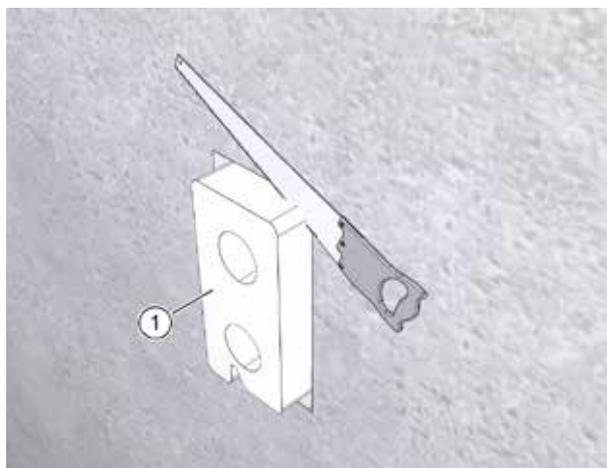
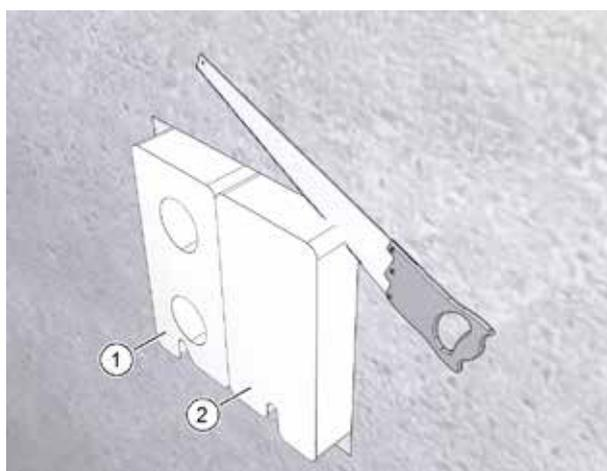

Fig. 23: Modifica della cassetta a muro **senza** elemento di riempimento
Fig. 24: Modifica della cassetta a muro **con** elemento di riempimento
- ▶ Con una sega per polistirolo, accorciare la cassetta a muro sporgente (pos. 1 nella Fig. 23 e Fig. 24) ed eventualmente l'elemento di riempimento (pos. 2 nella Fig. 24) in modo che siano a livello con la parete massiccia o con l'isolamento applicato.